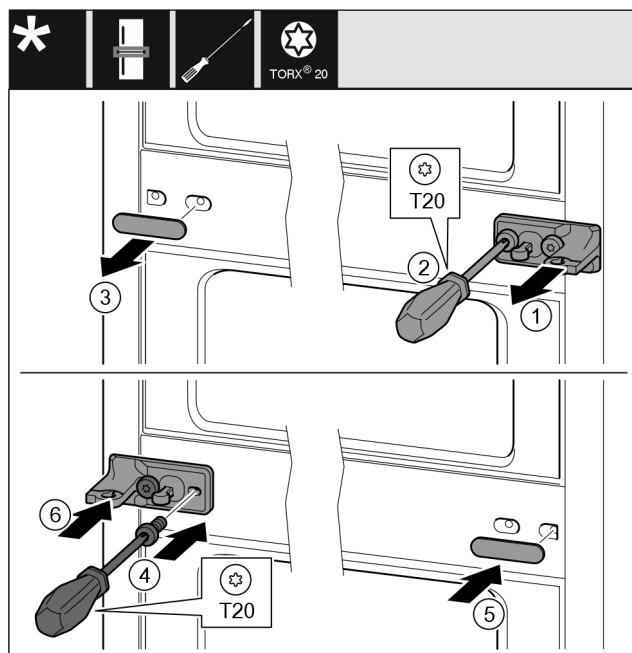

Fig. 12
- ▶ Dra av skivan Fig. 12 (1).
- ▶ Skruva ur skruvarna Fig. 12 (2) med en skruvmejsel.
- ▶ Dra av skyddet Fig. 12 (3) försiktigt.
- ▶ Skruva fast lagerbocken med folien Fig. 12 (4) vriden 180° på den andra sidan.
- ▶ Sätt in skyddet Fig. 12 (5) vridet 180° på den andra sidan.
- ▶ För på skivan Fig. 12 (6) framifrån.